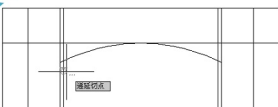

图 5.32 指定对象与圆的第二个切点
③ 在指定对象与圆的第二个切点: 提示下，将光标放在图 5.32 所示处单击。